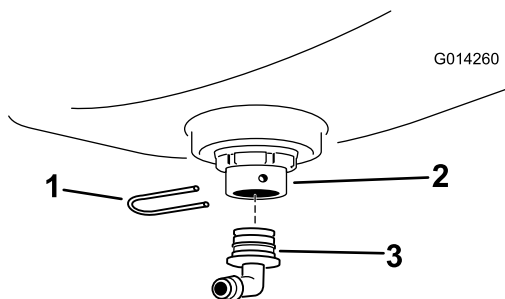

Figura 9
3. Instale uma união de 90° na união do anteparo e prenda a união de 90° com uma forquilha de retenção (Figura 9)
5. Monte o segmento do tubo de 53,3 cm que cortou em Cortar o tubo \(página 5\) na união de 90° com uma abraçadeira de tubos e aperte a abraçadeira à mão (Figura 9).